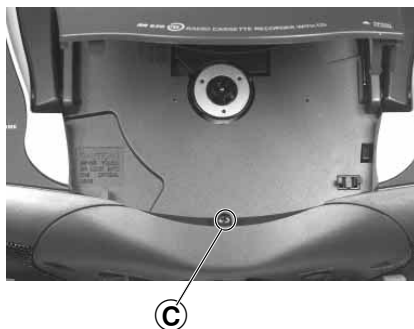

Fig. 2
- Schraube **C** im CD-Fach (Fig. 2) herausdrehen.
- Undo the screw **C** in the CD compartment (Fig. 2).